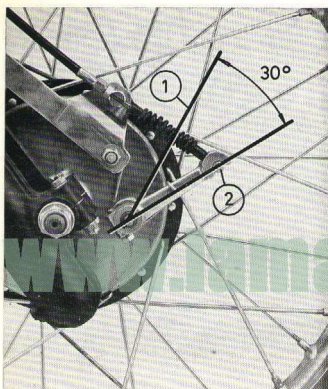

Fig. 21
3. **Ajuste de la palanca del freno.** Conforme se van gastando los forros de freno, la palanca va cambiando de posición en los sucesivos reflajes. Así llegará un momento en que el muelle quedará comprimido en exceso y perjudicará al frenado. Cuando así ocurra se procederá a cambiar la posición de la palanca girándola en unos grados (ver fig. 21). Fijar en esta posición con llave de 10 mm. y graduar como se ha dicho en los puntos 1 y 2.
3. **Réglage du levier de frein.** A mesure que les garnitures de frein s'usent, le levier change de position au cours des réglages successifs. Il arrivera donc un moment où le ressort sera trop comprimé et gênera le freinage. Lorsque cela se produira, on procédera à changer la position du levier en le faisant tourner de quelques degrés (voir fig. 21). Le bloquer dans sa nouvelle position avec une clef de 10 mm, et régler comme indiqué dans les paragraphes 1 et 2.
3. **Adjusting the Brake Arm.** According as the brake linings wear, the brake arm changes in position in successive adjustments. Thus it will arrive that the spring will be excessively compressed and will affect braking. When so occurs, change the position of the brake arm by turning it a few degrees (see fig. 21). Secure in this position with a 10 mm wrench and set as indicated in paragraphs 1 and 2 above.